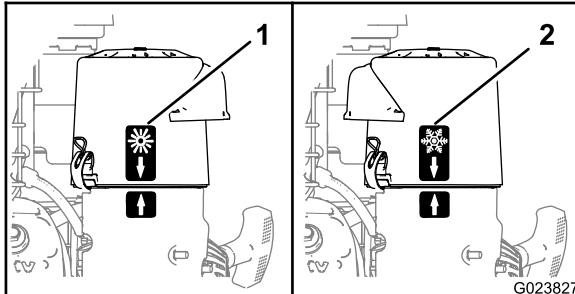

Figura 20
- Para trabajar en condiciones de aire ambiente frío (aire frío y humedad), posicione la tapa del limpiador de aire con la pegatina del copo de nieve hacia fuera (Figura 20).
- Para trabajar en condiciones de aire ambiente normal, positione la tapa del limpiador de aire con la pegatina del sol hacia fuera (Figura 20).